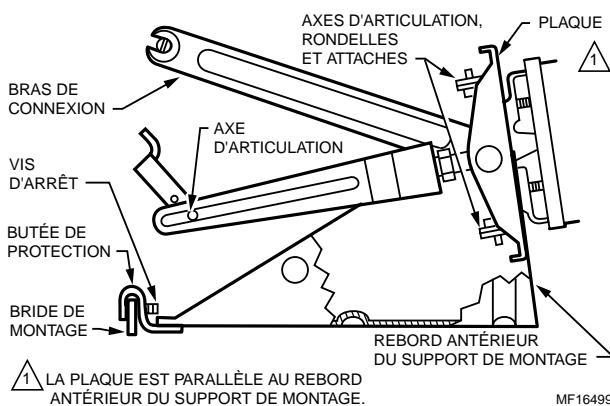

Fig. 12. Positionnement de la plaque d'une actionneur normalement fermé, montage interne.
2. Vérifier la position de la plaque et l'ajuster au besoin (Fig. 12). La plaque doit être parallèle au dos du support de montage.
3. Utiliser la clé Allen de 1/5 po pour dévisser les vis de fixation de la ferrure de fixation (Fig. 12) d'un tour.
5. Détacher l'actionneur de la plaque (Fig. 12).